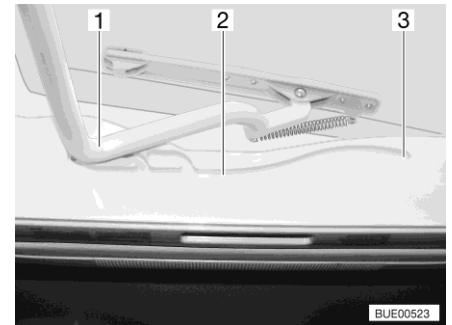

Bild 87 Spår (Heki-taklucka)
- Dra in bygeln (Bild 87,1) i spåren (Bild 87,2) till den bakersta positionen (Bild 87,3).
- Tryck bygeln (Bild 87,1) lätt uppåt med båda händerna.
- Drag bygeln till önskad position i spåret (Bild 87,2).